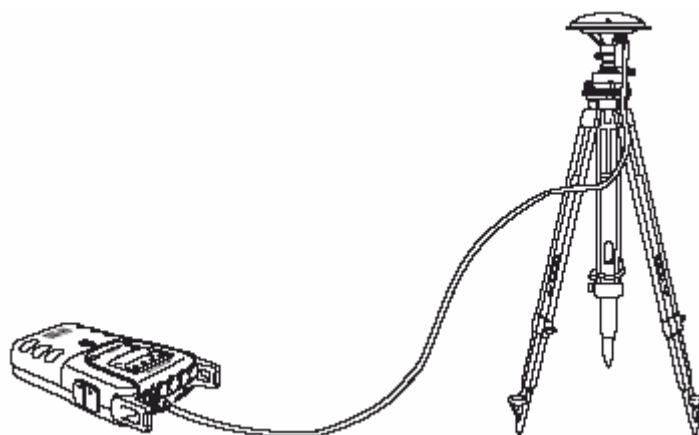

Figura 2-12. Conexión del GB-500 a la antena
1. Conecte el cable al puerto de antena del GB-500 (Figura 2-12).